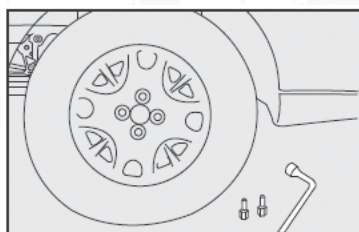

fig. 21
10) Apriete los tornillos, utilizando la llave especial fig. 21.